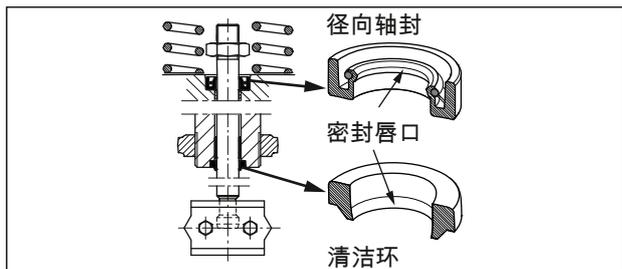

图 14: 对齐径向轴封与清洁环
6. 使用合适的工具安装径向轴封。确保径向轴封正确对齐 (请参见图 14)。